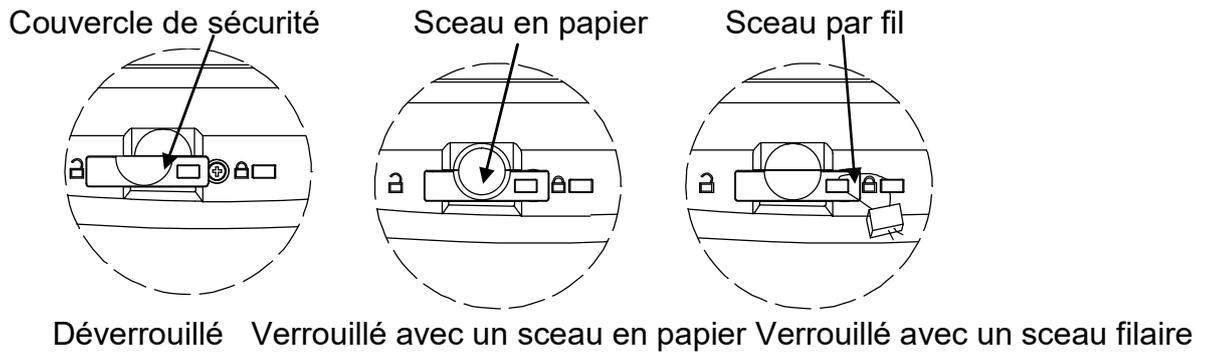

Figure 5-2. Application de sceau
3. Régler le contacteur sur Verrouillé. Se reporter à la Figure 5-2.